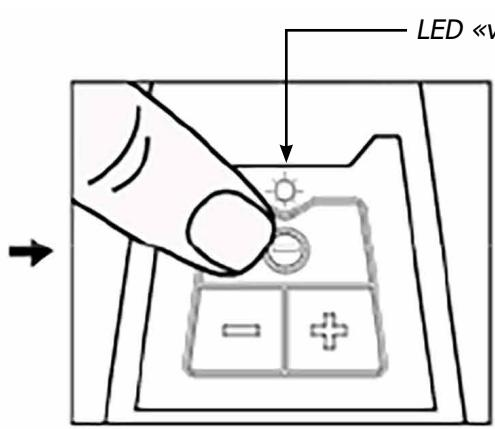

Fig. 2
- Appuyez sur la touche marche / arrêt « Θ » sur la plaque de bouton pour allumer la ponceuse. L'indicateur LED indique la couleur «verte flash» après la mise en marche de la ponceuse (Fig. 2).